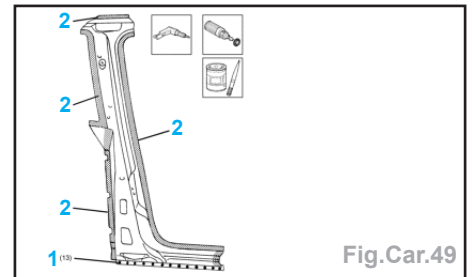

Fig.Car.49
- Voir la section (2) pour régler la profondeur de coupe de manière à ne pas endommager les tôles en dessous.
- Faire sauter, à l'aide d'une machine à épouiser, les points de soudure le long du pourtour (3).
- Faire sauter à la perceuse les points de soudure (4).
- Déposer le montant (5).
- A l'aide d'une perceuse, percer l'élément de rechange aux points indiqués (1) (Fig.Car.49).